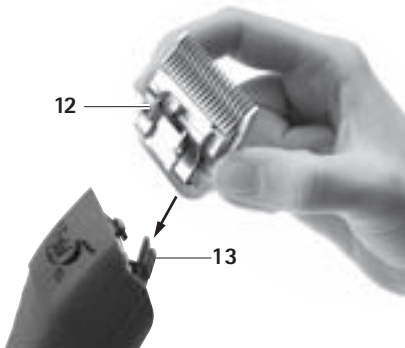

Fig. 2
- Conectar el cabezal de corte 12 a la bisagra del cabezal 13 abierta, ver Fig. 2.
- Empujar suavemente el cabezal de corte 12 hacia la esquiladora FAV5, ver Fig. 2. El cabezal de corte 12 se enclava de forma audible.